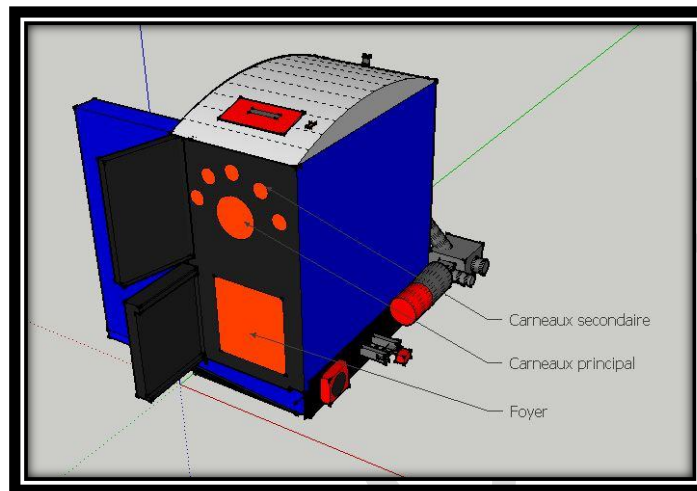

Fig 1
- Procédez aux nettoyages des carneaux et du foyer à l'aide de brosses spéciales avec des poils en acier (diamètre 45mm ou 50mm), passez l'outil dans les tubes horizontaux afin d'enlever les excédents de suie, passer l'aspirateur pour finaliser le nettoyage. (Fig 1)